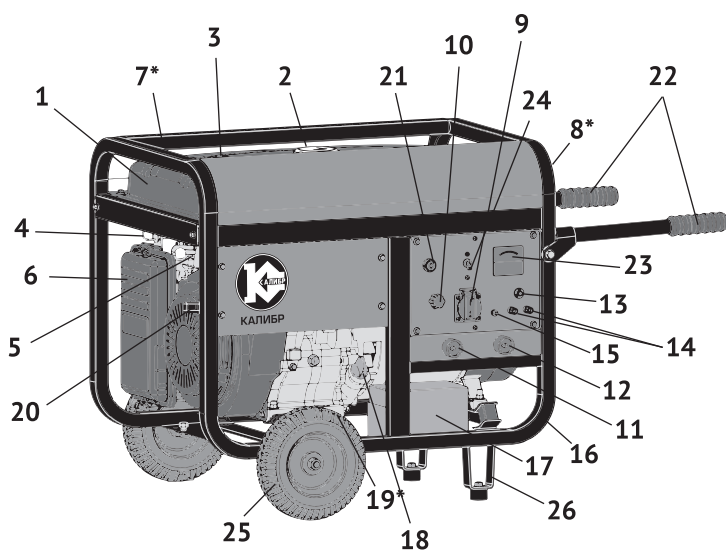
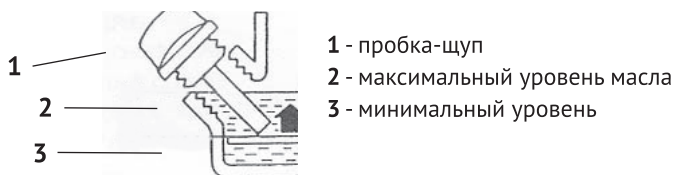

рис.1
рис.2
Коленчатый вал, приводимый во вращение возвратно-поступательными движениями поршня двигателя, передаёт крутящий момент на вал якоря генератора. Передача осуществляется через коническое сопряжение ротора генератора и вала двигателя. При этом образуется самоцентрирующаяся трёхопорная схема соединения. С обмоток статора генератора напряжение подводится: через систему стабилизации на розетку переменного тока: 220В (рис.1 поз.9) и через выпрямительный блок на клеммы постоянного тока (рис.1 поз.14).
2.4 Общий вид бензогенератора представлен на рис.1
3.2 Бензогенератор оснащён одноцилиндровым четырёхтактным двигателем внутреннего сгорания с верхним расположением клапанов и нижним расположением коленчатого вала. Верхнее расположение клапанов снижает теплонапряжённость двигателя. При этом достигается более высокая выходная мощность в меньшем рабочем объёме при эффективном сгорании топлива. Двигатель имеет карбюраторную систему питания. Смазка осуществляется разбрызгиванием масла в картере. Пуск двигателя осуществляется или ручным тросовым возвратным стартёром (рис.1 поз.20) или ключом замка зажигания (рис.1 поз.21) электрического стартера.
3.4 Двигатель и генератор закреплены на трубчатой раме (рис.1 поз.16) через амортизаторы, что снижает вибрацию аппарата и уменьшает уровень шума при работе. Все элементы бензогенератора имеют удобный доступ для обслуживания и ремонта.
4.2.3 Обеспечение требований электробезопасности: Эксплуатация бензогенератора должна производиться в строгом соответствии с требованиями «Правил техники электробезопасности при эксплуатации электроустановок». Электрическая сеть подключения потребителей относится к системе с изолированной нейтралью, предусматривающей защитное заземление открытых токопроводящих частей корпуса. В зависимости от местных условий (состав грунта, его влажность и т.п.) изменяется качество заземления. Во всех случаях защитное заземление должно иметь сопротивление не более 4-х Ом. Во время работы бензогенератора его клемма заземления (рис.1 поз.15) должна быть подсоединена к заземлителю. Практически это требование может быть реализовано следующими способами:
Выкрутите пробку-щуп (рис.1 поз.18) из маслозаливной горловины и залейте в картер масло необходимой марки до нижнего края горловины, как показано на рис.2. Вставьте сухой чистый щуп в горловину картера и выньте его. Проверьте уровень масла: граница смоченной области щупа должна располагаться между отметками минимального и максимального уровней.
Открутите крышку топливного бака (рис.1 поз.2). Заливайте бензин в топливный бак не более чем на 1см ниже уровня основания заливной горловины. Перед запуском двигателя тщательно протрите крышку бензобака, удалив возможные при заправке брызги топлива.
6.1.1 Отключить всех потребителей переменного и постоянного тока от генератора. Перевести автоматический выключатель (рис.1 поз.24) в положение «ВЫКЛ».
- перевести замок зажигания (рис.1 поз.21) в положение «ВКЛ»;